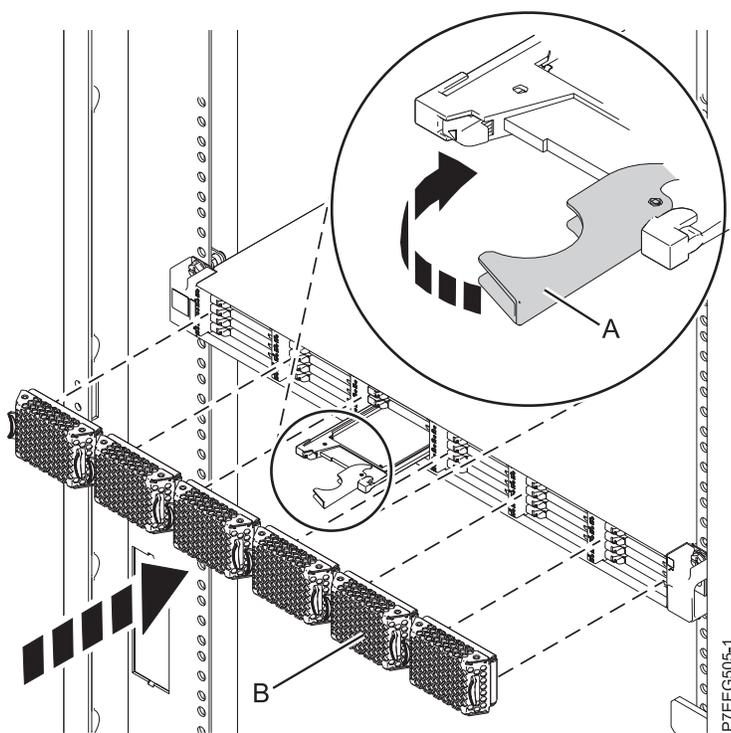

Figure 28. Remplacement d'une unité SSD dans le Boîtier de stockage PCIe 58/88.
4. Lorsque le voyant d'identification de l'unité SSD reste fixe, faites glisser complètement l'unité SSD dans le Boîtier de stockage PCIe 58/88 jusqu'à ce qu'il soit complètement encastré. Puis tournez la poignée (A) pour la mettre en position verrouillée. Pour plus d'informations, voir figure 28.
6. Installez le panneau (B).